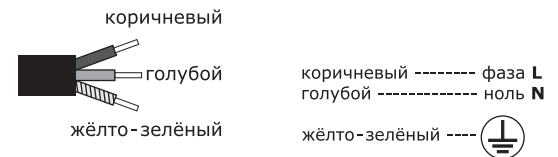

Рис. 1
- 3) Подключайте питание как показано на рис. 1, стр. 2.